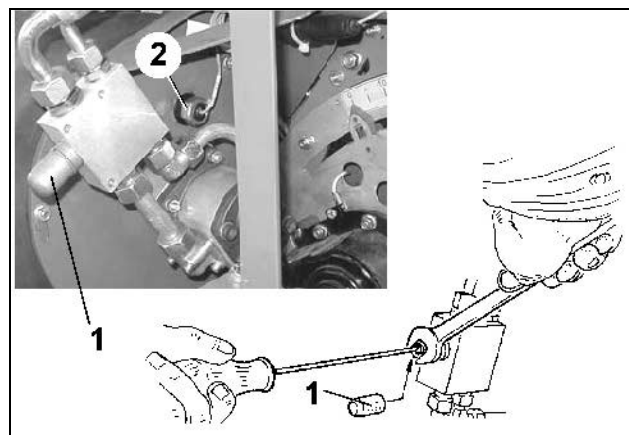

Fig. 95
El régimen requerido de giros lo encuentra Ud. en la Tabla 5. Ajuste el régimen de giros del soplador en la válvula limitadora de presión (Fig. 95/2) o en la válvula reguladora de corriente del remolcador.
- quitar la caperuza de protección (Fig. 95/1)